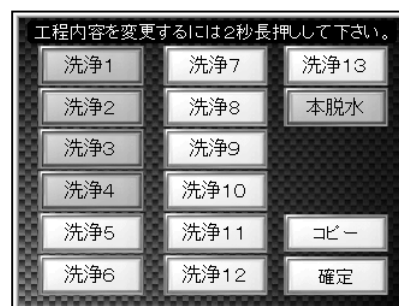

図 7-8
7.3.1 工程設定画面(図 7-8)
- ・ 図 7-8 の **コピー** を押すとコピー画面に切り替ります。